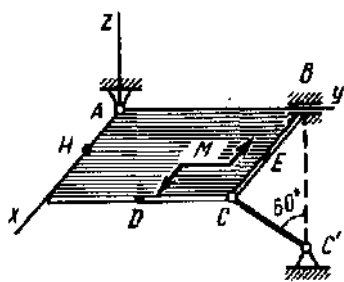

Рис. 5.1
5.5. Однородная прямоугольная плита весом $P = 3$ кН со сторонами $AB = 2l$, $BC = l$ закреплена в точке A сферическим шарниром, а в точке B цилиндрическим шарниром (подшипником) и удерживается в равновесии невесомым стержнем CC' (рис. 5.1 – 5.6).